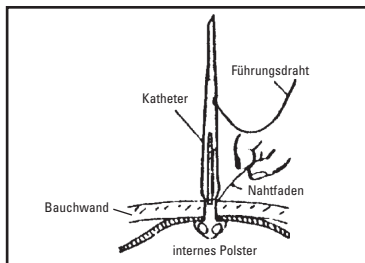

Abbildung 2
- Das lose Ende des Aufreißstreifens (schwarzes Nahtmaterial am distalen Ende des roten Streifens) greifen und entlang des roten Streifens ziehen (vom Patienten weg) (Abbildung 2).